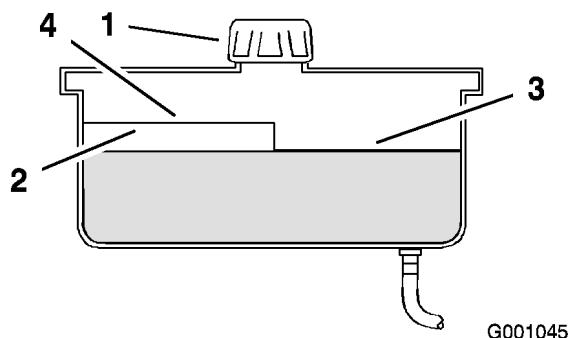

Figure 52
2. Nettoyez la surface autour du goulot de remplissage du réservoir hydraulique (Figure 52).
3. Enlevez le bouchon du goulot de remplissage et vérifiez si le réservoir contient du liquide (Figure 52).
- Remarque:** Lorsque l'huile est chaude, le niveau de liquide doit atteindre le haut du repère "à chaud" sur le déflecteur (Figure 52).